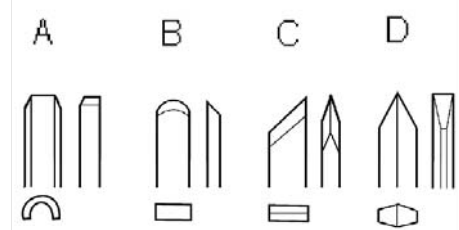
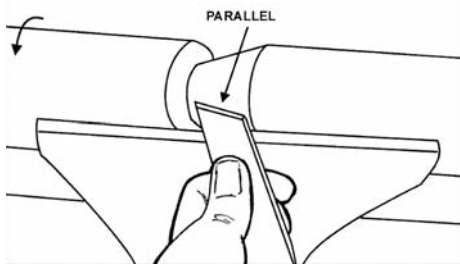

Рис. 6
Рис. 8
- Трубочатый резец (A, рис.6) Самый важный инструмент для токарной обработки.
- Шабер (В, Рис.6). Применяется для наружного и внутреннего калибрования, а также для удаления следов обработки.
- Косой резец (С, Рис.6). Применяется для проточки V-образных канавок, для наружного калибрования и для токарной обработки торцов древесины. Режущая кромка устанавливается параллельно направлению реза (Рис.8).
- Отрезной резец (D, Рис.6). Применяется для прямой врезки в заготовку, например при затыловке и отрезке. Может применяться также как шабер и для получения нужного диаметра.